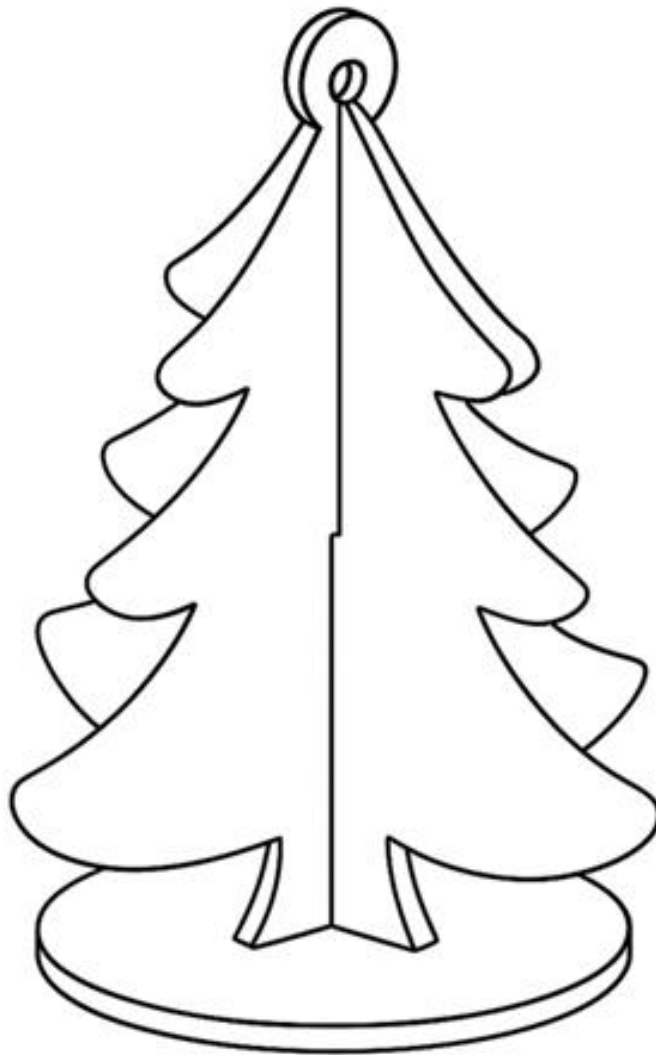

Рисунок 1
- Изготовить сборную ёлочную игрушку из фанеры толщиной 3 мм (Рисунок 1)